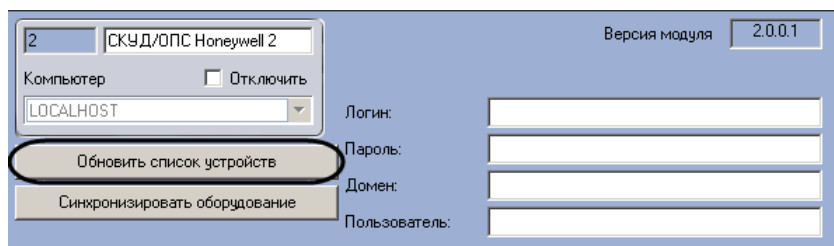

Рис. 3.3—1 Автоматическое построение дерева объектов
1. Перейти на панель настроек объекта **СКУД/ОПС Honeywell** (Рис. 3.3—1).
2. Нажать на кнопку **Обновить список устройств** (см. Рис. 3.3—1).